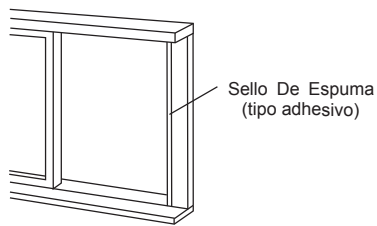

Fig.14
1. Corte el sello de espuma (tipo adhesivo) a una longitud adecuada y péguelo en la banca de la ventana. Ver la Fig. 14